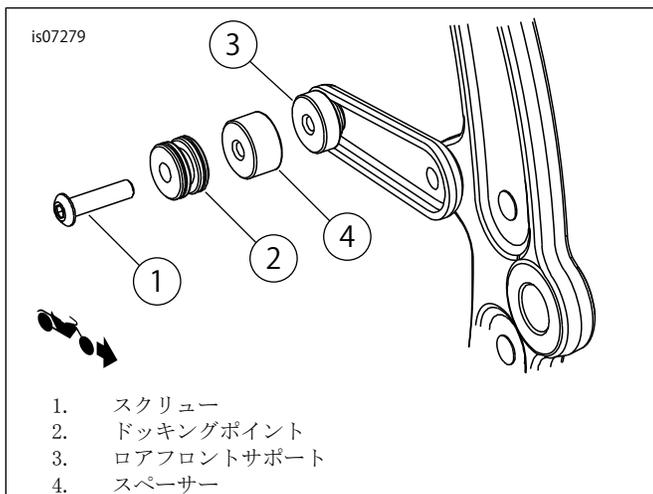

図5. ロアフロントドッキングポイント(他のデタッチャブルアクセサリあり)
- 「図5」を参照してください。ミニドッキングポイント(2)、スペーサー(4)をスクリュー(1)に取り付けます。